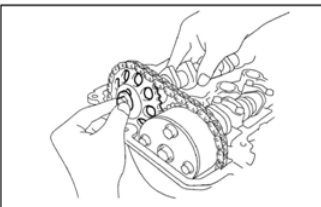

Рисунок II-39
18. Установите болты звездочки распределительного вала выпускных клапанов (см. *Рисунок II-39*).